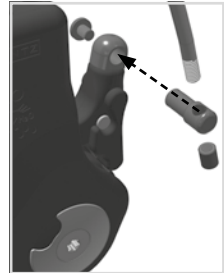

Fig. 7
- 2 Insérez le support de câble de traction (4) dans l'orifice de la fixation pour support de câble de traction (Fig. 7).
- 3 Fixez le support de câble de traction à l'aide de la vis à tête bombée (1). À cette occasion, bloquez la vis à tête bombée avec du LOCTITE® 243 à résistance moyenne.
- 4 Fixez le manchon taraudé (5) sur le câble de traction (3).